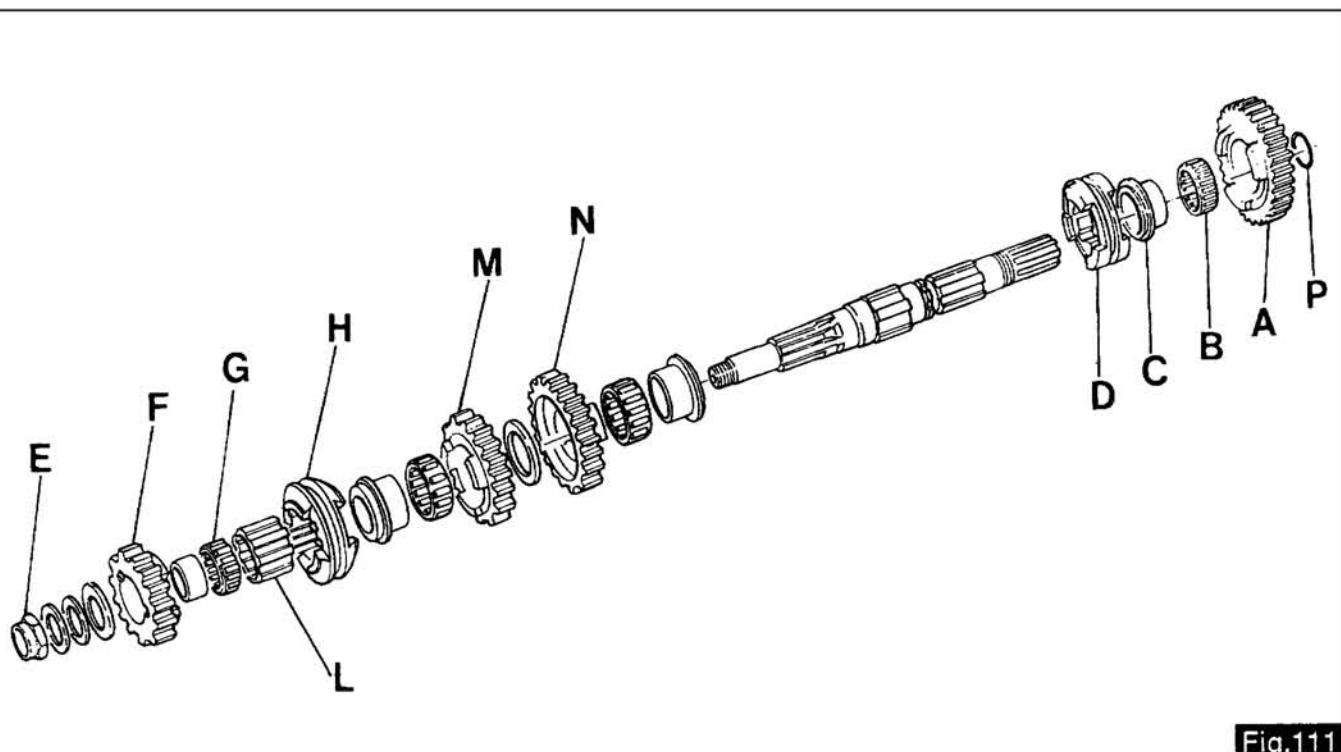

Fig.111
Démontage de l'arbre secondaire (fig. 111)
Abtriebswelle ausbauen (fig. 111)
(Pour la mesure, extrayez le joint torique entre le pignon 1° et 5° vitesse) («P» fig.111);
■ auf der Seite des 4. Ganges die Buntscheibe montieren und nachfolgend die Paßscheiben einfügen, bis zwischen den Angleichscheiben und dem Schaltrad des 5. Ganges die vorgeschriebene Höhe von $144,7+145,2$ mm erreicht wird. (Zum Messen OR-Ring zwischen Schaltrad des 1. Ganges und Schalttrad des 5. Ganges entfernen) («P» auf Abb.111).